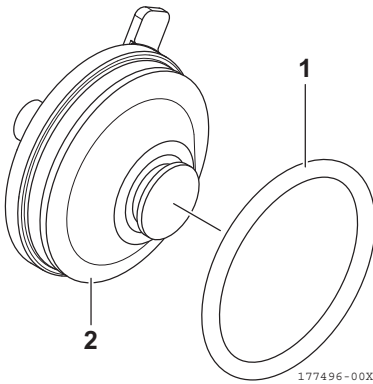

Figura 16
7. Retire o O-ring (1, **Figura 16**) do conjunto da tampa (2, **Figura 16**).